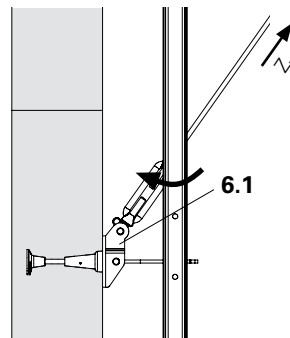

Fig. B1.39
6. Inserire l'anello con bullone Ø 25-M20L (7.5) nell'attacco ancoraggio (6.1) e assicurarla con il relativo dado e inserto a molla. (Fig. B1.39)
(Fig. B1.39)